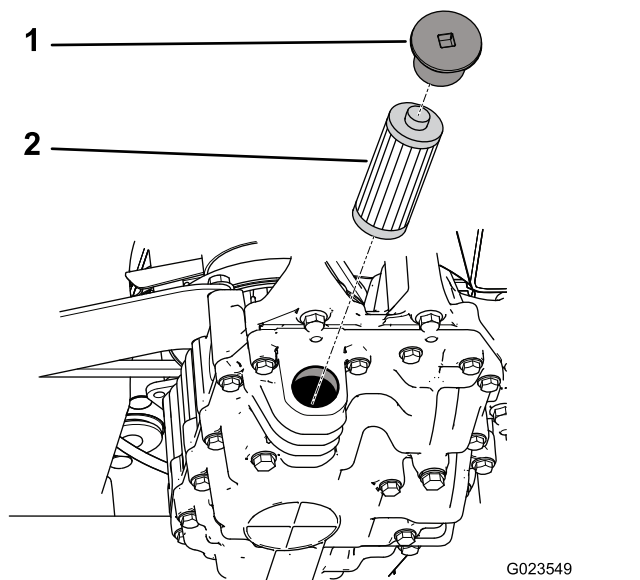

Figure 70
4. Enlevez le chapeau du filtre et sortez le filtre de la transmission (Figure 70).